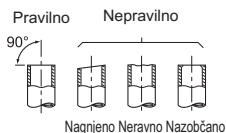

Fig. 2
- 3) Izvlecite odtočno cev na zadnjem levem delu notranje enote. (Fig. 2)